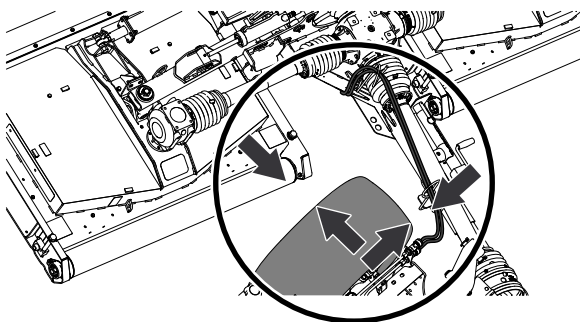

Bild 37
3. Überprüfen Sie beim Wenden den Abstand zwischen den Rädern des Zugfahrzeugs und den Teilen des Mähers (**Bild 37**).